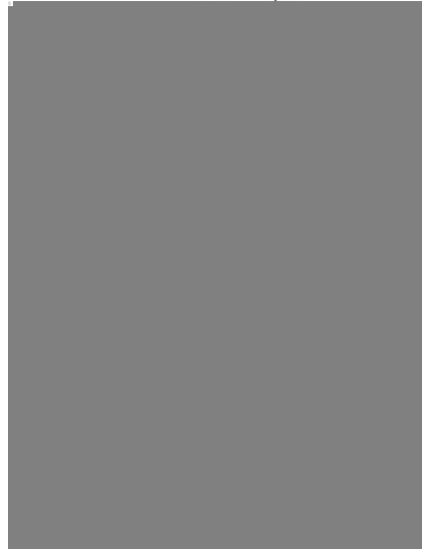

Рис. 21 Обслуживание воздушного фильтра
1. Открутите барашковую гайку 1А и снимите крышку 2 воздушного фильтра (Рис. 21).
2. Открутите барашковую гайку 1В и снимите воздушный фильтр 3 в сборе (Рис. 21).
3. Проверьте целостность и чистоту фильтрующих элементов. Поролоновый (предварительный) фильтрующий элемент 5 установлен на корпусе бумажного фильтрующего элемента 4 (Рис. 21).
5. Произведите очистку основания 7 и крышки 2 воздушного фильтра, не допуская попадания пыли и грязи в воздухопровод, ведущий к карбюратору (Рис. 21).
7. Перед установкой воздушного фильтра убедитесь, что уплотнительное кольцо 6 воздушного фильтра находится на месте и не имеет повреждений (Рис. 21).